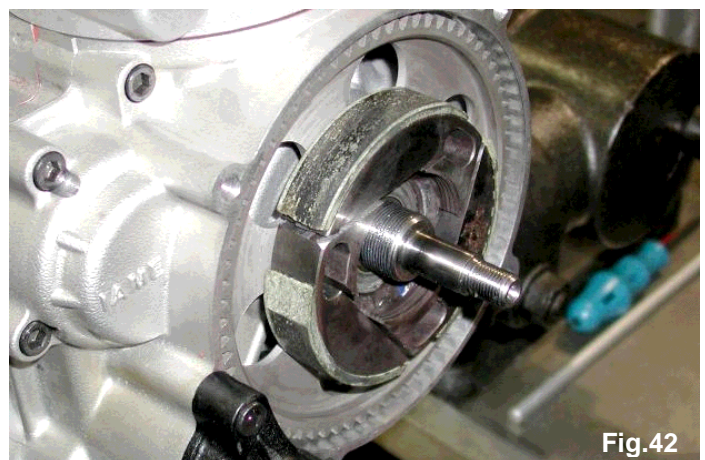

Fig.42
- MONTER LA COURONNE DE DEMARRAGE AVEC CORPS EMBRAYAGE SUR LE VILEBREQUIN (voir Fig.42).